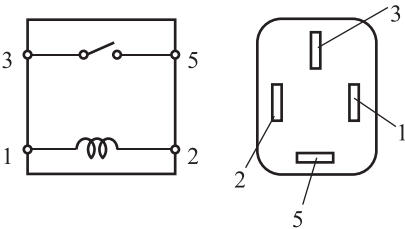

图1-27 前大灯继电器插脚标号
4) 检查前大灯继电器（H-LP）：从发动机室继电器盒上拆下前大灯继电器。如图1-27所示，根据表1-3测量电阻，若异常则更换前大灯继电器。